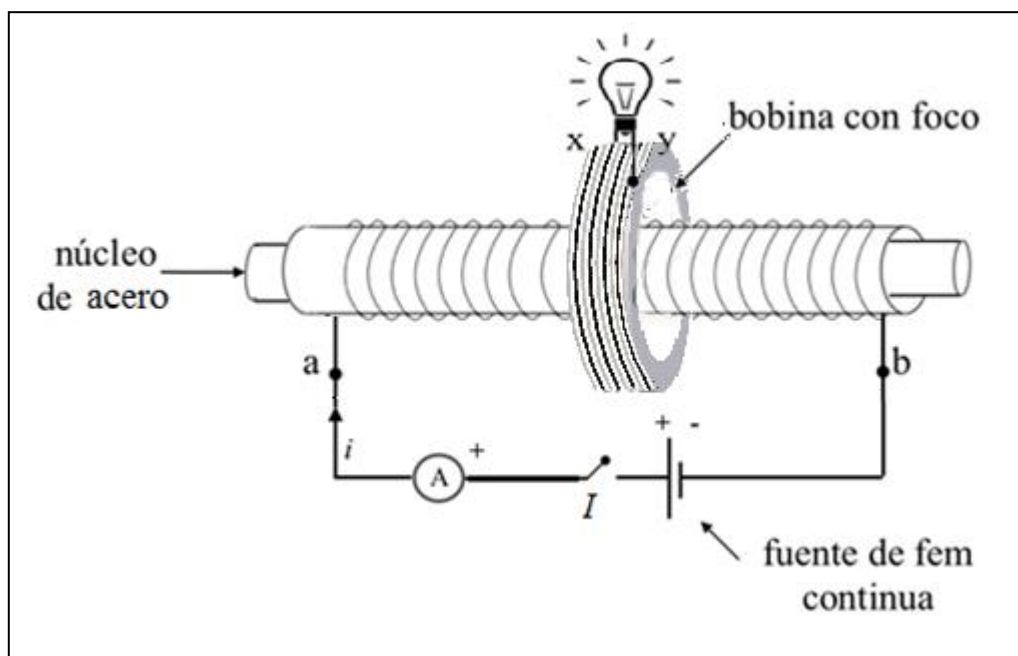

**Figura 12.1.** Esquema de conexión.
- b) Arma el dispositivo experimental de la figura 12.1 con el interruptor  $I$  abierto. Cierra el interruptor y vaya aumentando la diferencia de potencial de la fuente  $v(t)$  poco a poco hasta alcanzar  $V_{\text{rms}} = 30 \text{ [V]}$  indicado en la perilla del autotransformador (variac), observe lo que ocurre en el foco; con ayuda del multímetro, mida la diferencia de potencial  $V_{xy}$  (valor rms o eficaz) en las terminales de la bobina con foco.